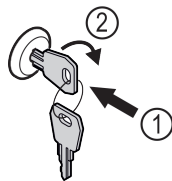

Fig. 153 Representación a modo de ejemplo
- Introducir la llave Fig. 153 (1).
- Girar la llave 90° en sentido horario Fig. 153 (2).